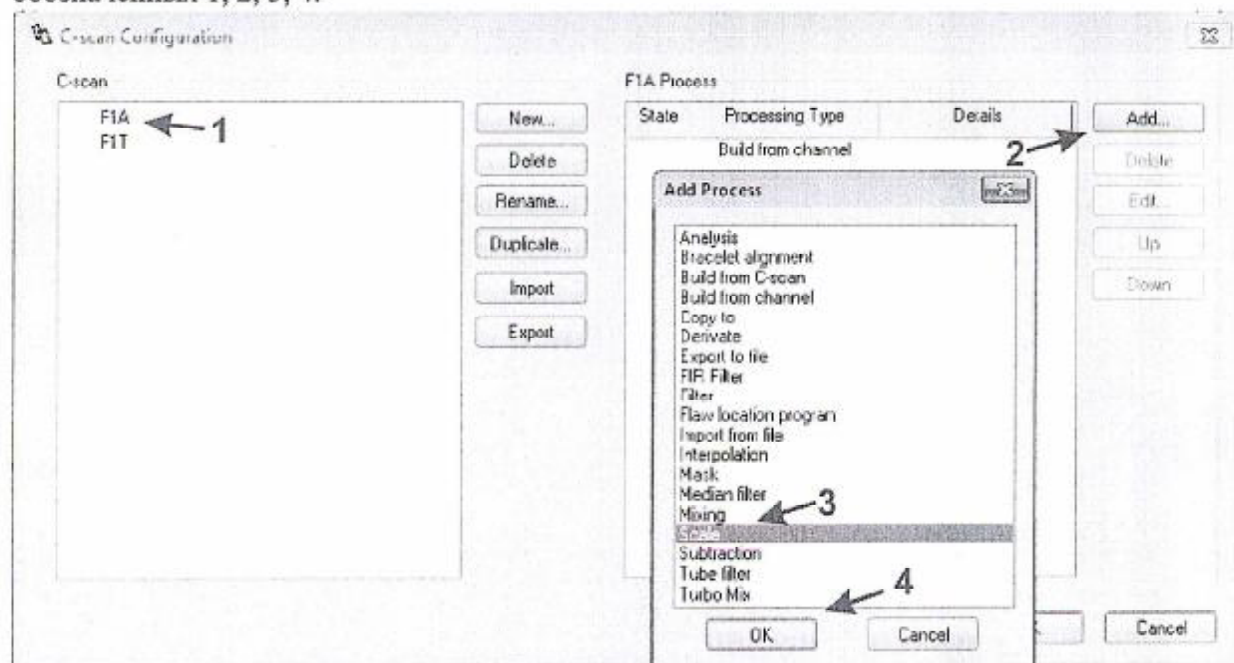

Рисунок 14
8.7.3.2 В левой части окна «C-scan Configuration» отображаются виды сканов «Axial» и «Transverse» (вертикальный и горизонтальный). В качестве обозначений сканов могут быть сокращения с буквами «А» и «Т» (рисунок 14). В колонке «Processing Type» для каждого «C-scan» в окне слева создать «Scaling Setup» путем последовательного выбора кнопок, обозначенных 1, 2, 3, 4.